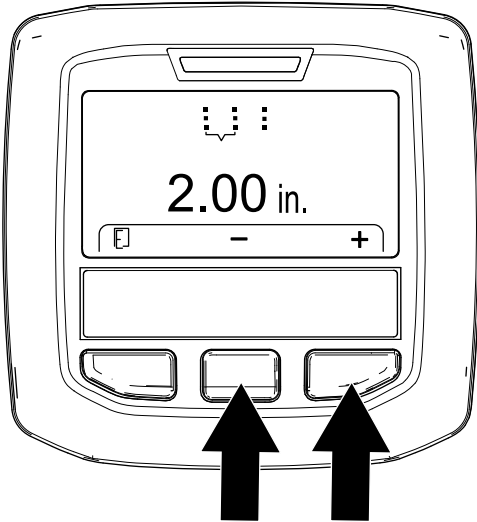

Figura 56
- Ajuste el espaciado de las perforaciones (**Figura 56**) del siguiente modo: